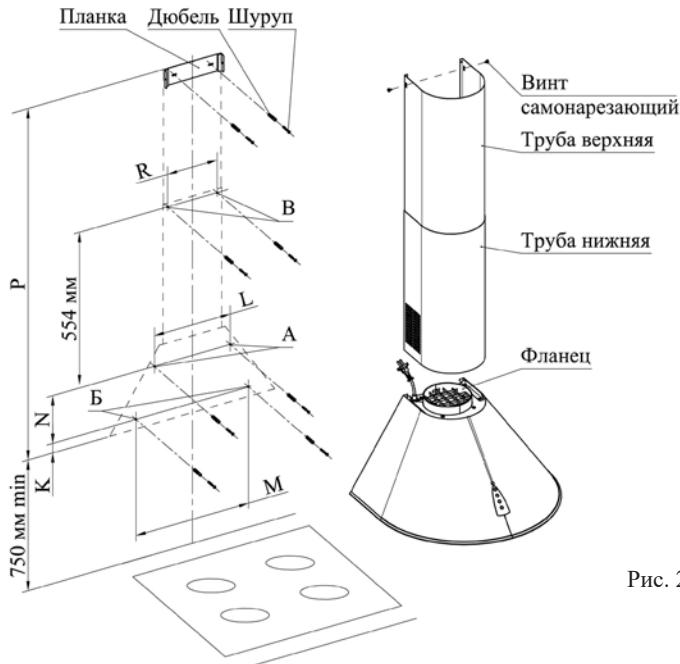

Рис. 2
- 6.3 С учетом установочной высоты и центральной линии разметьте на стене отверстия (A, Б, В) (рис. 2).
- 6.4 Просверлите отверстия (A, Б, В) диаметром 8 мм на глубину 50 мм (рис. 2).
- 6.5 В отверстия (A и Б) вставьте дюбели согласно рис. 2 и по отверстиям А заверните не
- 6.8 Вставьте дюбели в отверстия В и заверните не до упора шурупы (рис. 2). Вставьте верхнюю декоративную трубу в нижнюю и установите обе трубы в корпус воздухоочистителя, навесив нижнюю трубу на шурупы. Доверните шурупы до упора.